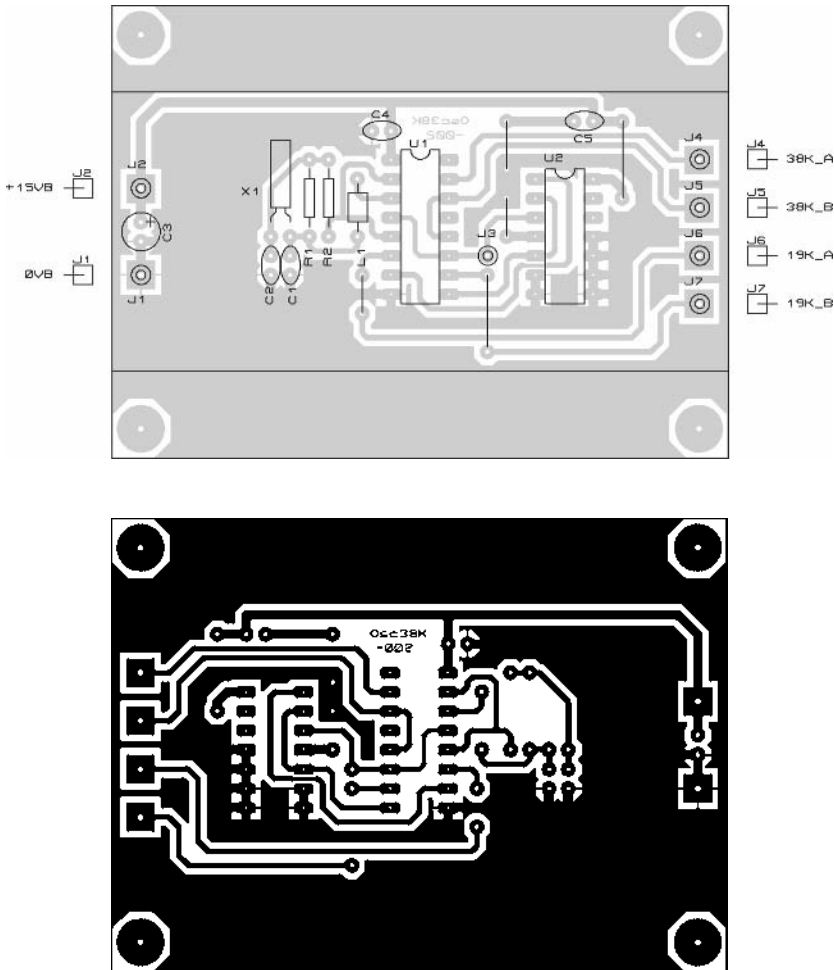

Figure 6.16
**Tentatoo** – Nous allons bientôt le savoir. Tenez, voici les indications de câblage en **figure 6.16**.